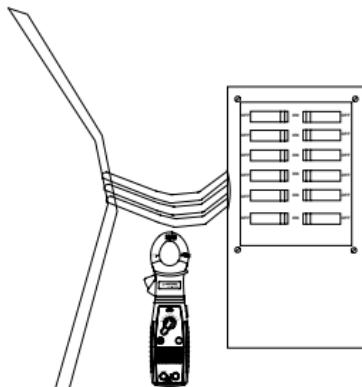

图7. 非接触式电压(NCV)测量
1. 从仪表上断开测试线。在任何选定功能/量程下按下“NCV”按钮。屏幕将关闭，LED闪烁，发出短促的“啁啾”声，表示正在进行自检。参见图7。